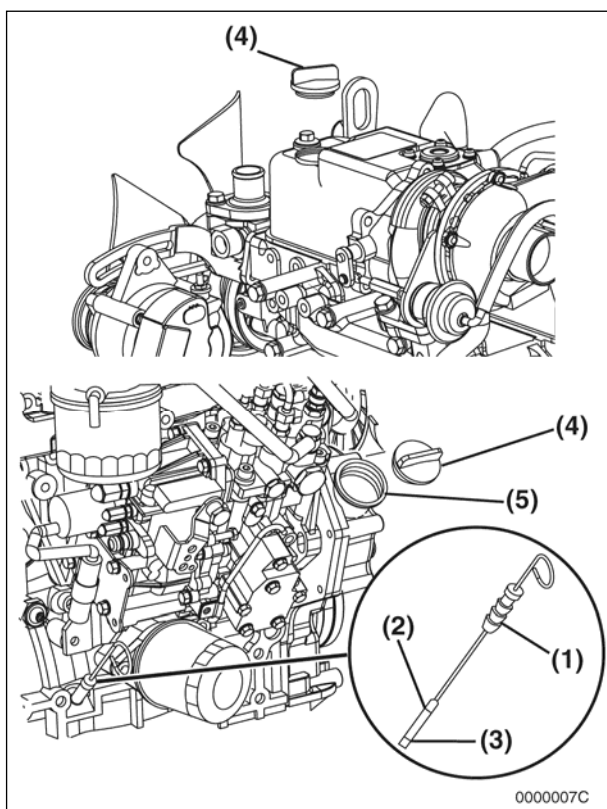

Figura 5-3
8. Adăugați uleiul de motor (Figura 5-3, (5)) atât cât este nevoie, până la nivelul dintre liniile superioară (Figura 5-3, (2)) și inferioară (Figura 5-3, (3)) marcate pe tija de nivel (Figura 5-3, (1)).
9. Puneți la loc capacul de umplere pentru ulei (Figura 5-3, (4)). Dacă stropiți un pic de ulei de motor, ștergeți-l cu o carpa curată.